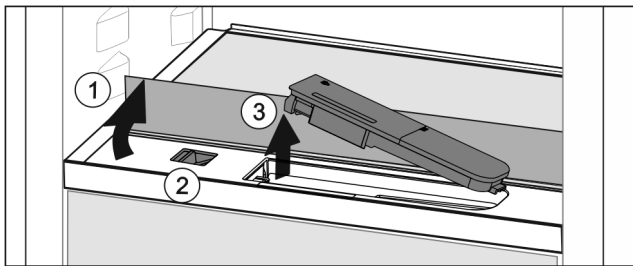

Fig. 49
- ▶ Поднять стеклянную панель и откинуть до упора назад (Fig. 49 (1)).
- ▶ Сдвиньте ползунок Fig. 49 (2) влево.
- ▶ Вынуть бак для воды Fig. 49 (3).